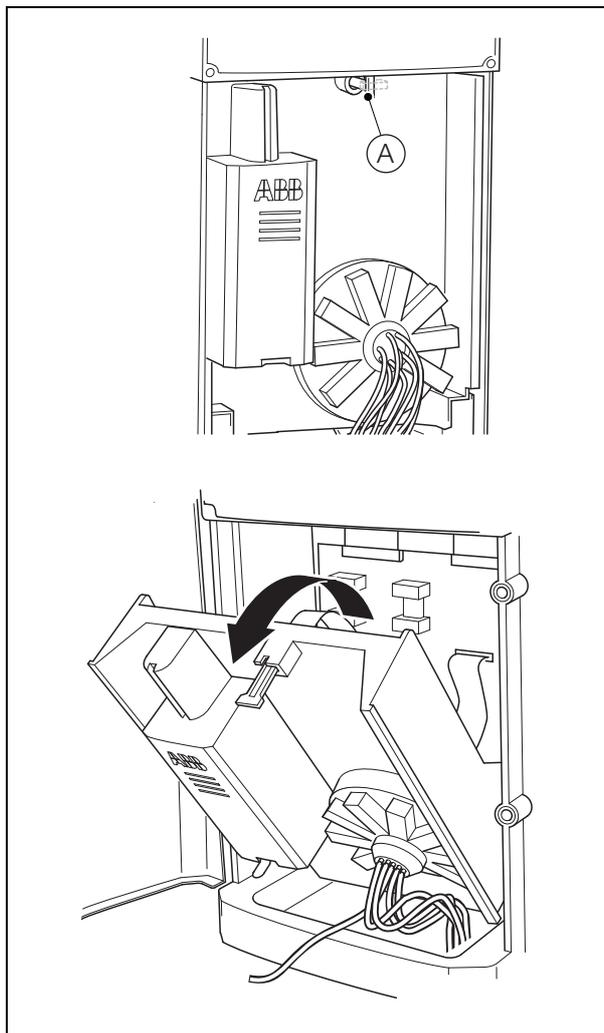

Fig. 13.8 Apertura della sezione di analisi
1. Con riferimento alla Fig. 13.8, girare la maniglia (A) di  $1/4$  di giro in senso orario, tirare la sezione di analisi in avanti fino a farla poggiare sui relativi fermi.
1. Con riferimento alla Fig. 13.8, portare la sezione di analisi in posizione verticale e bloccarla tramite la maniglia (A).